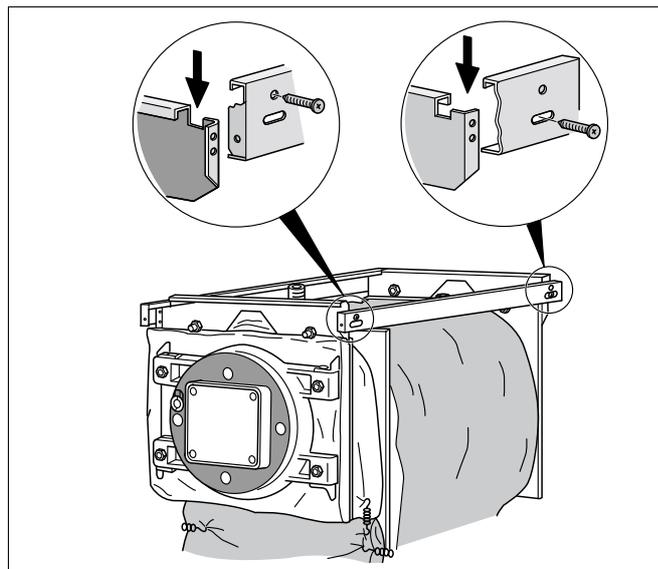

Fig. 8 Agganciare le traverse laterali ed avvitarle
- Agganciare le traverse laterali con la piegatura ad U nei ritagli della traversa anteriore e posteriore. Avvitare con due viti autofilettanti, sul davanti nel foro, sul retro nel foro oblungo (fig. 8).